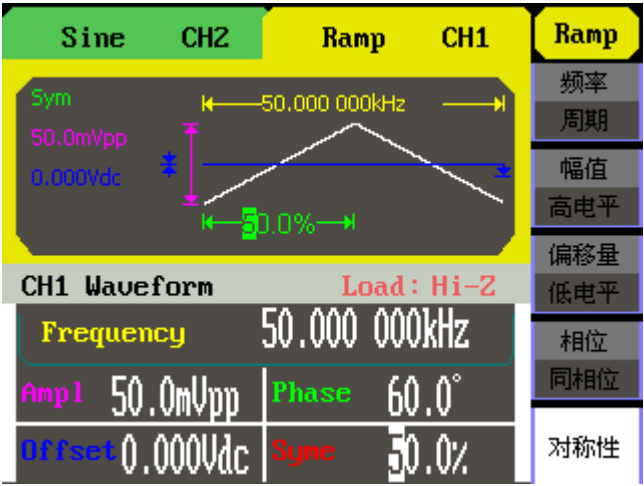

图 1-8 锯齿波/三角波设置界面
- 使用 Ramp 按键，波形图标变为锯齿波/三角波，并在状态区左侧出现 Ramp 字样。可输出 1  $\mu$  Hz 到 300kHz 的锯齿波/三角波形。设置频率/周期、幅值/高电平、偏移量/低电平、相位、对称性，可以得到不同参数的锯齿波/三角波。如图 1-8 所示，为锯齿波/三角波的设置。